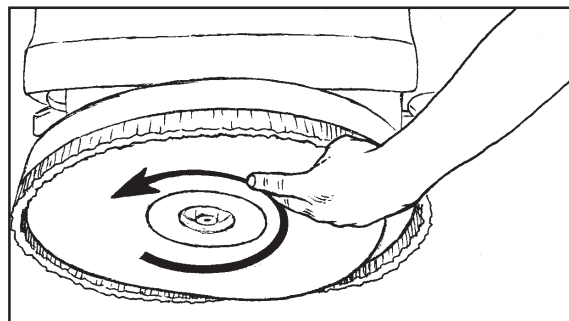

Figura 20
- Levante el cabezal del cepillo presionando y sosteniendo el cepillo arriba hasta que el cabezal del cepillo se encuentre en posición totalmente alta y rotada (Refiérase a la Figura 20).
- Empuje el cepillo hacia arriba y rote en dirección contraria a la rotación de lavado, hasta que las lengüetas queden adecuadamente trabadas. (Refiérase a la Figura 20).